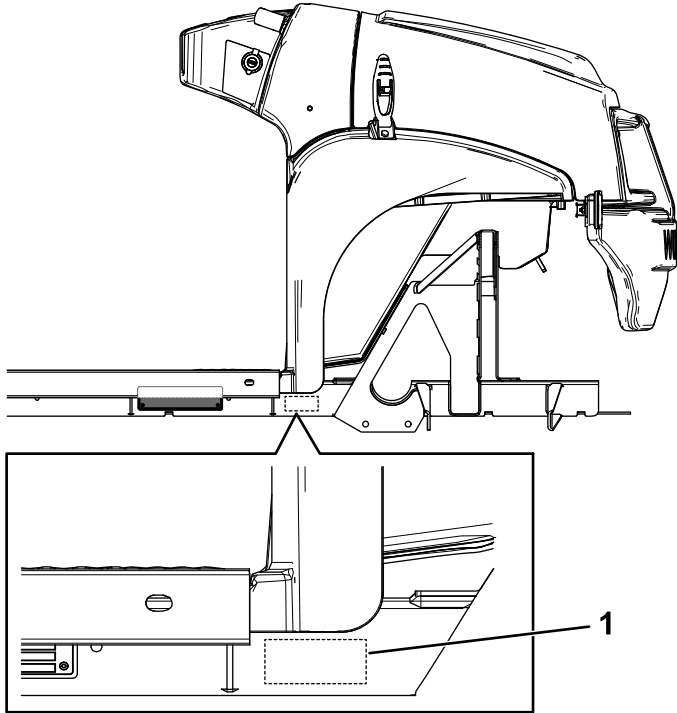

Figur 6
1. Montera serienummerplåten med fyra popnitar (3 x 10 mm) på den plats som visas i Figur 6.